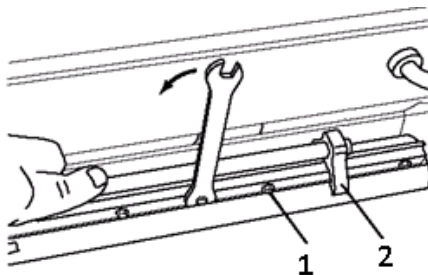

Рис.4 Установка ножей
8.7.8. Вставить острый строгальный нож и отрегулировать прижимную планку так, чтобы она не выступала за ножевой вал. Применять ножевой шаблон, см.рис.4, для правильной регулировки высоты ножей.